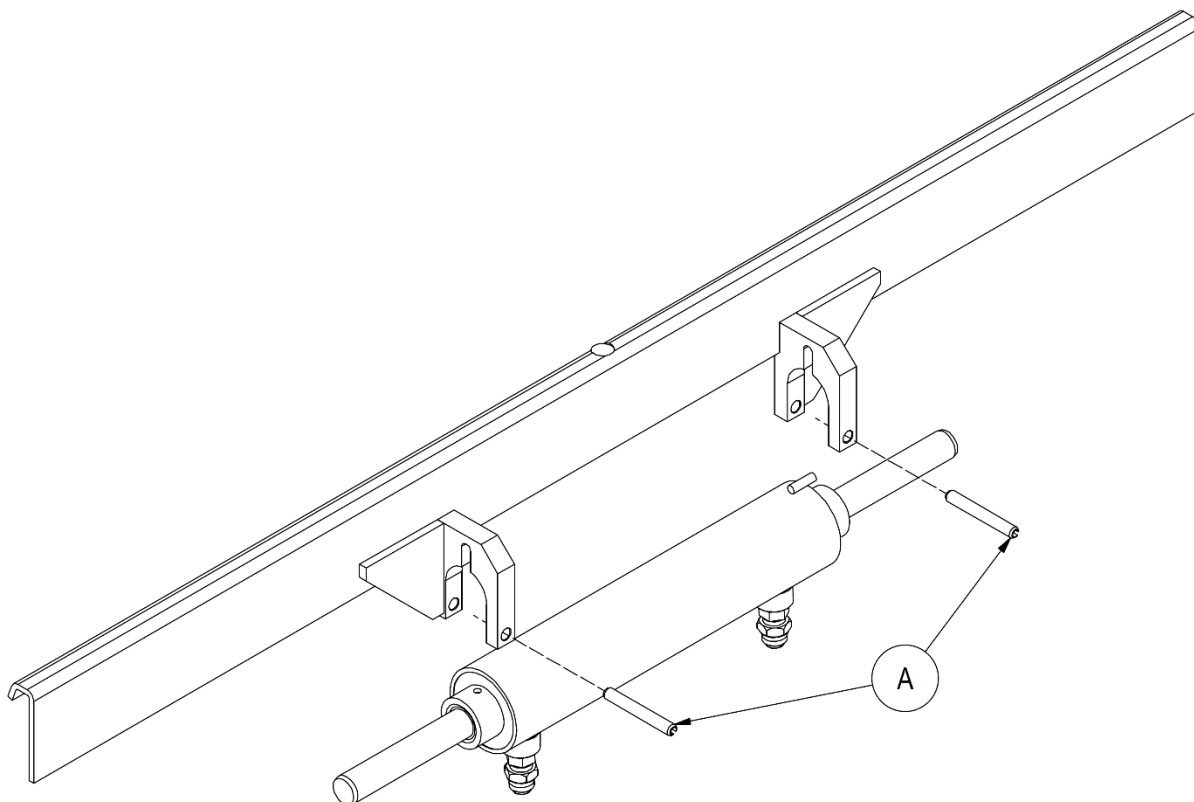

Figura 21
2. Rimuovere le spine elastiche **A** e togliere il cilindro dalla sede (vedi *Figura 21*).